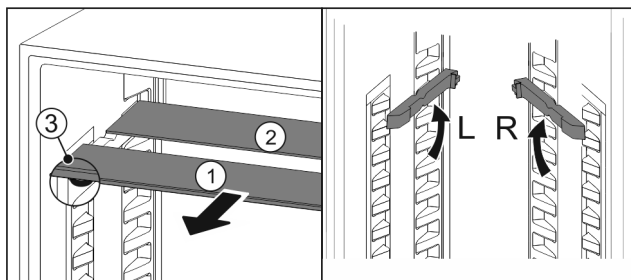

Fig. 29
- ▶ Trekk glassplatene enkeltvis fremover og ut Fig. 29 (1).
- ▷ Glassplate Fig. 29 (1) med pyntelist ligger foran.
- ▷ Stoppere Fig. 29 (3) peker nedover.